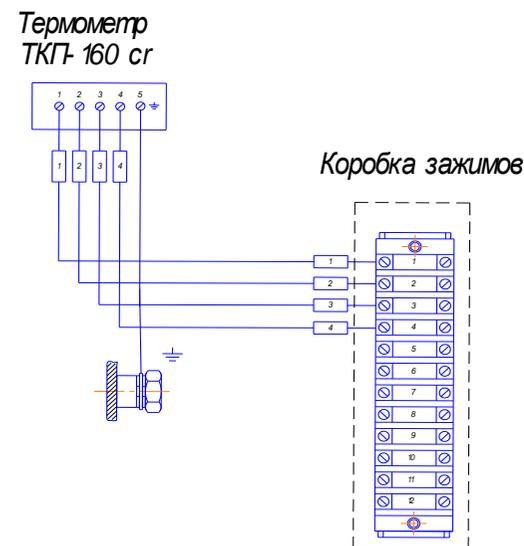

Рисунок 8
5.3 На стенке трансформатора устанавливается манометрический термометр ТКП-160Сг для измерения температуры верхних слоев масла в баке. Контакты манометрического термометра проводами соединены с клеммной коробкой (рис. 8).
- контакты реле газового проводами соединяются с клеммной коробкой (рис.8).